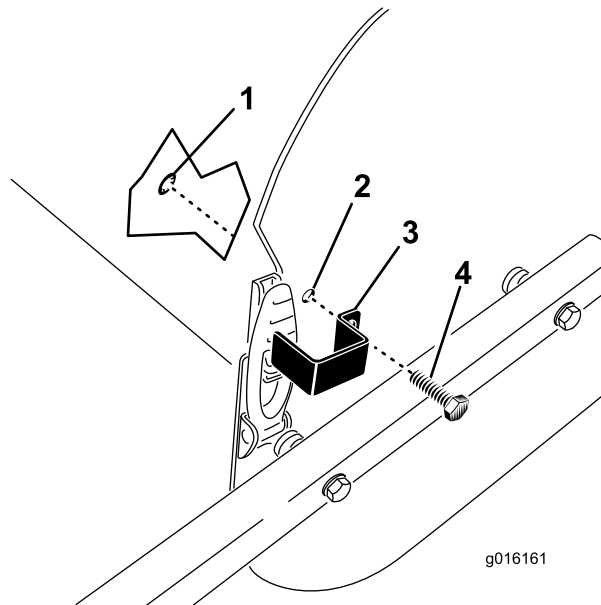

図 31
1. ラッチプレートの取り付け穴をサイドプレートの穴に合わせて、フードラッチへの取り付け位置を決める（図 31）。
2. ラッチプレートをサイドプレートに固定する；タップボルトとリテーナリングを使用する（図 31）。